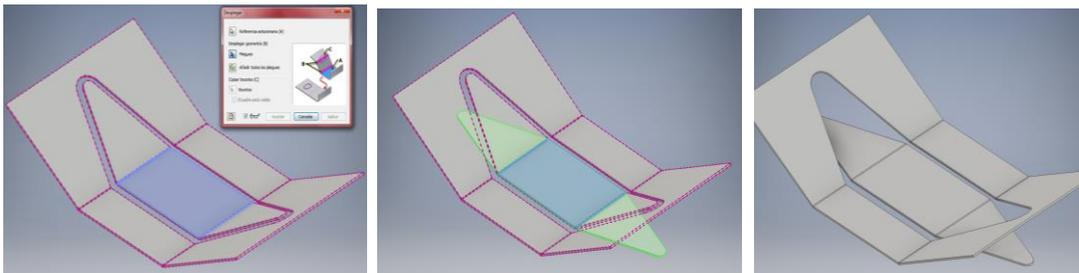

Ilustración 366. Proceso de desplegado de la figura de la Cara 2. Escuadra de mesa.
- Repita el proceso con la misma configuración sobre la Cara 1, hasta obtener la figura que se muestra en la *Ilustración 366*.